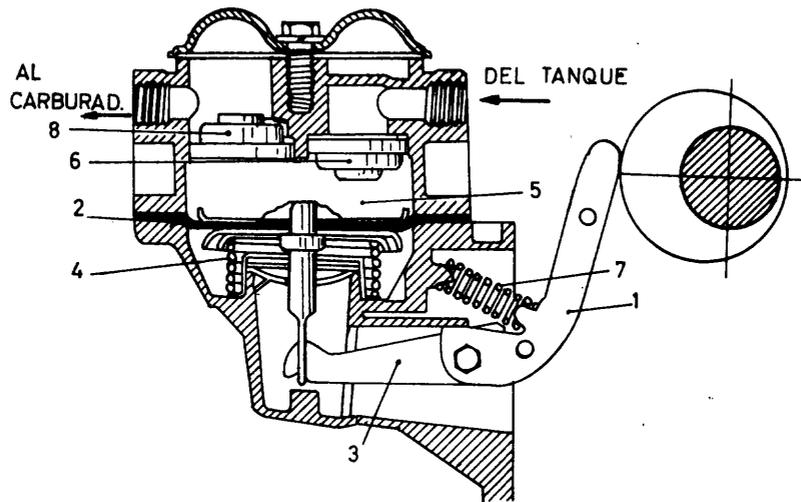

Fig. 3.
La excéntrica del eje de levas empuja el brazo basculante (1) y transmite el movimiento al diafragma (2) a través de la palanca de accionamiento (3) (fig. 3).